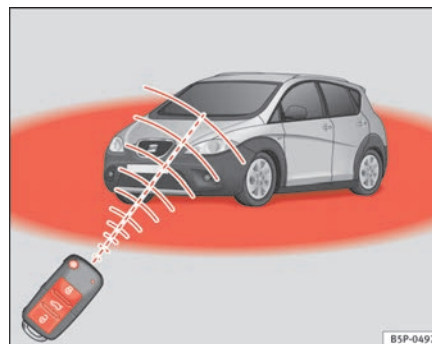

Abb. 64 Wirkungsbereich der Funk-Fernbedienung
- Die Funk-Fernbedienung funktioniert nur, wenn Sie sich im Wirkungsbereich befinden ⇒ Seite 105, Abb. 64 (roter Bereich).